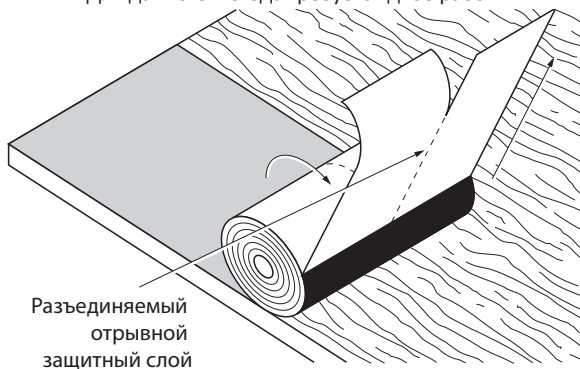

Рис. 5-5. Укладка методом раскатывания.
7. Взявшись за уже отодранную разделительную плёнку, продолжите отдирать обе её половины от рулона, стягивая её параллельно карнизам (Рис. 5-5). Убедитесь, что гидроизоляция WinterGuard лежит ровно и надёжно прилипла.